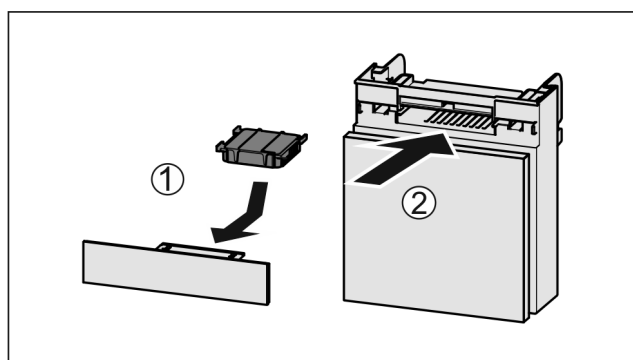

Fig. 63
- Filtr s aktivním uhlím vložte podle vyobrazení Fig. 63 (1).
- Zásuvku zasuňte Fig. 63 (2).